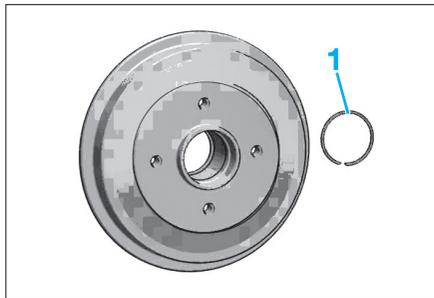

Fig. 46
- Déposer le circlip (1) (Fig.46).